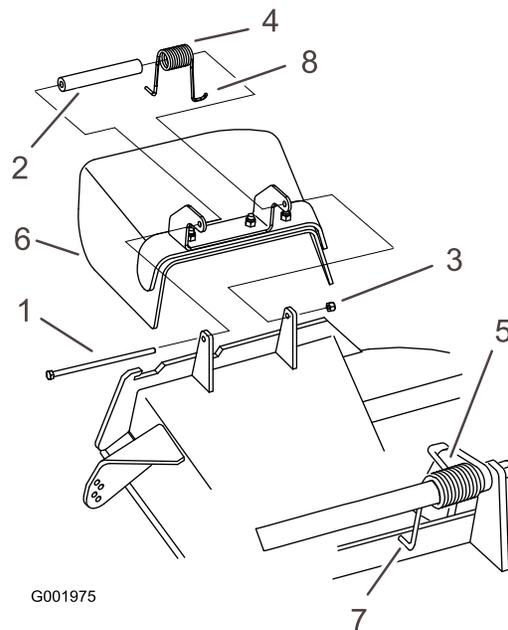

Figure 71
1. Retirez le contre-écrou, le boulon, le ressort et l'entretoise qui fixent le déflecteur aux supports de pivot (Figure 71). Enlevez le déflecteur s'il est endommagé ou usé.
**Remarque:** Prenez soin de placer l'extrémité en **L** du ressort derrière le bord du plateau avant de mettre le boulon en place, comme indiqué à la Figure 71.
3. Remettez le boulon et l'écrou. Accrochez l'extrémité en **J** du ressort au déflecteur d'herbe (Figure 71).